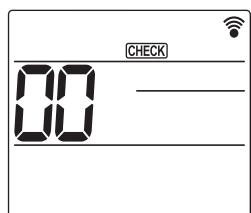

Fig. 6-7
- ① Mettez l'appareil sous tension au moins 12 heures avant l'essai de fonctionnement.
- ② Appuyez sur la touche **[MENU]** pendant 5 secondes. (Fig. 6-7)